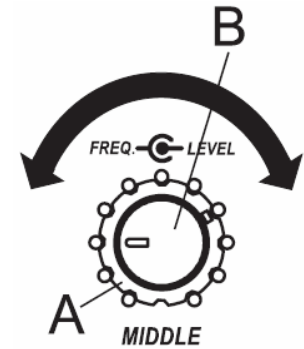

Рис. 16
Внутренний регулятор (A) позволяет изменять центральную частоту из диапазона средне-низких и средне-высоких частот (300 Гц – 2 кГц). Внешний регулятор (B) изменяет уровень выбранной частоты. Когда регулятор B находится в центральной позиции, вращение регулятора A никак не влияет на звук (рис. 16).